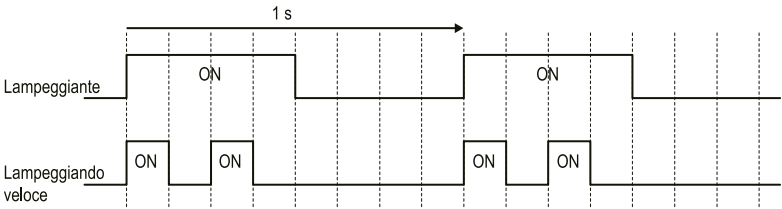

Figura 4.3 Stati di lampeggiamento LED
*1 Per la differenza tra “lampeggiamento” e “lampeggiamento veloce”, fare riferimento a Figura 4.3.